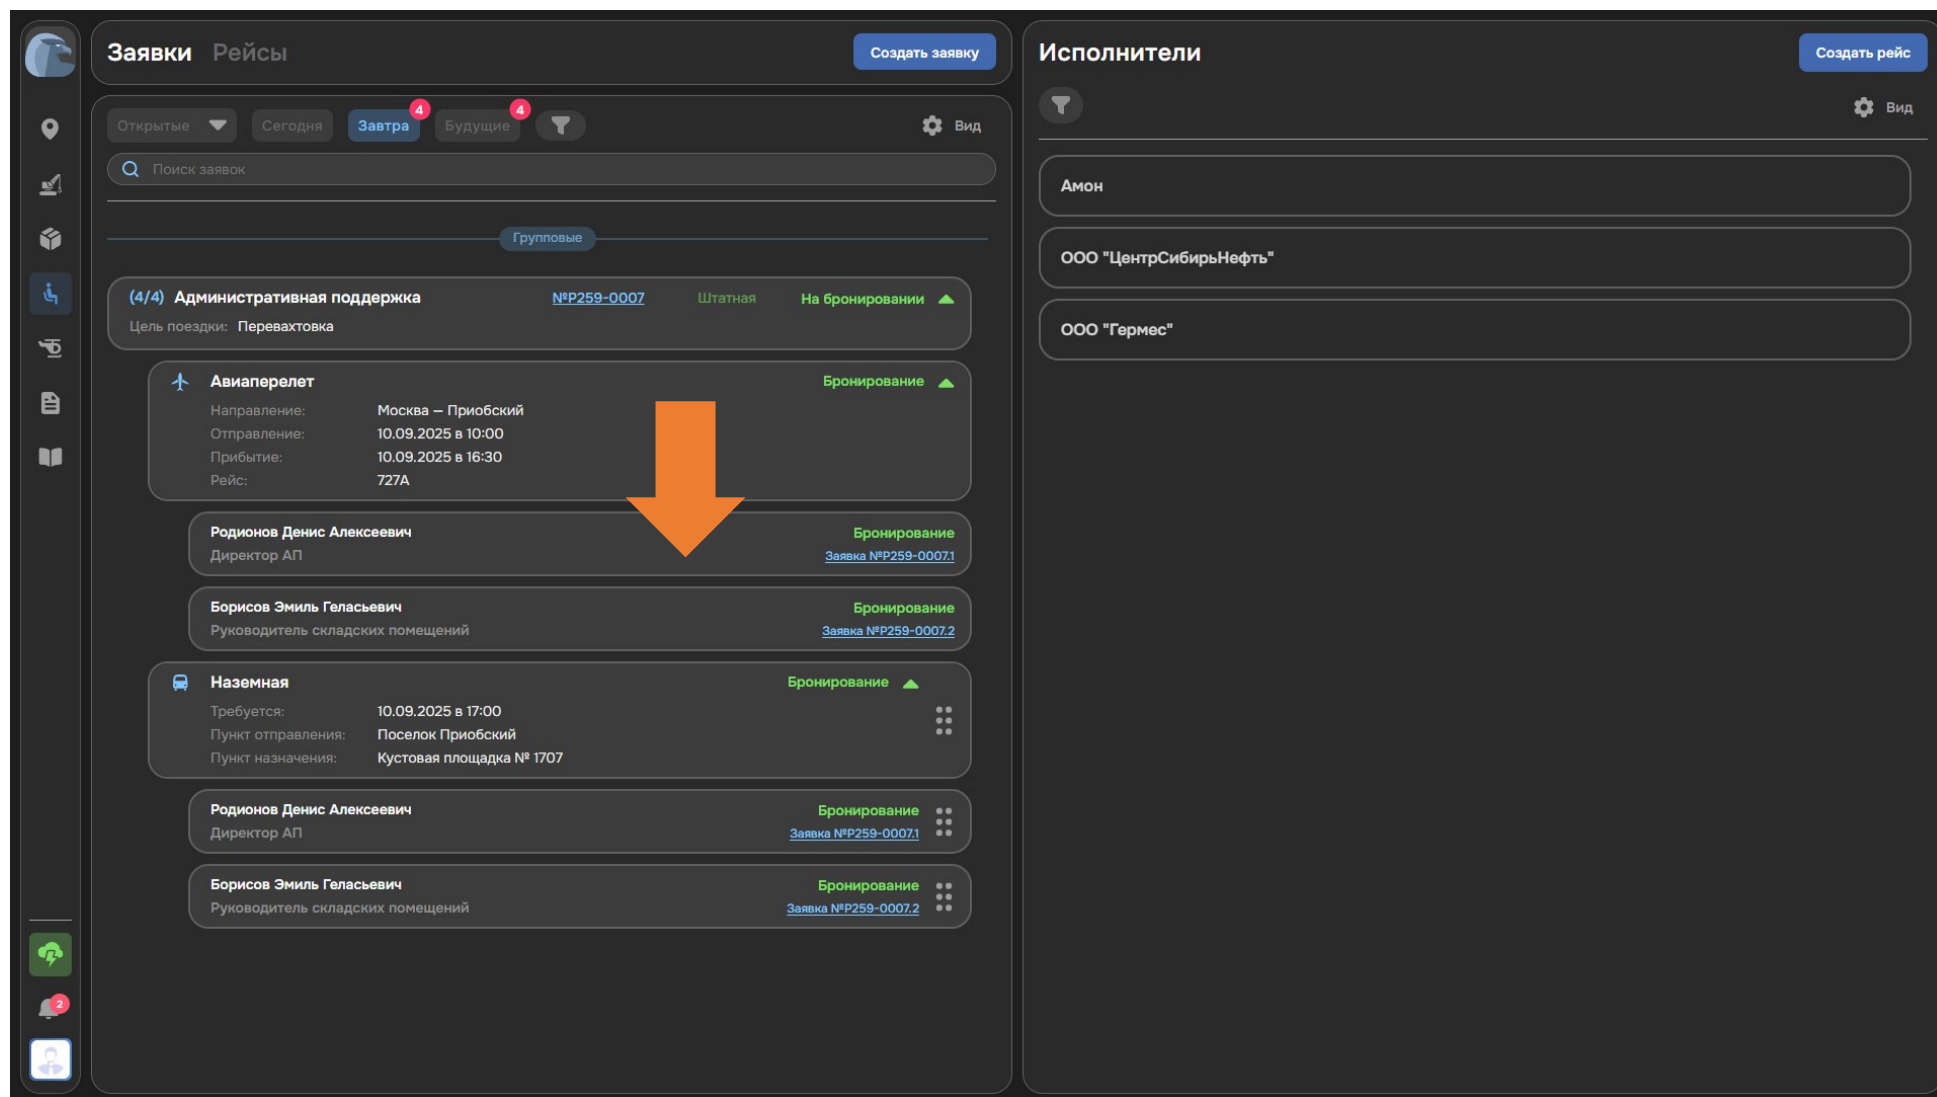

Рисунок 78. Раздел «Пассажиры»
1. Откройте раздел «Пассажирские» (см. Рисунок 78).